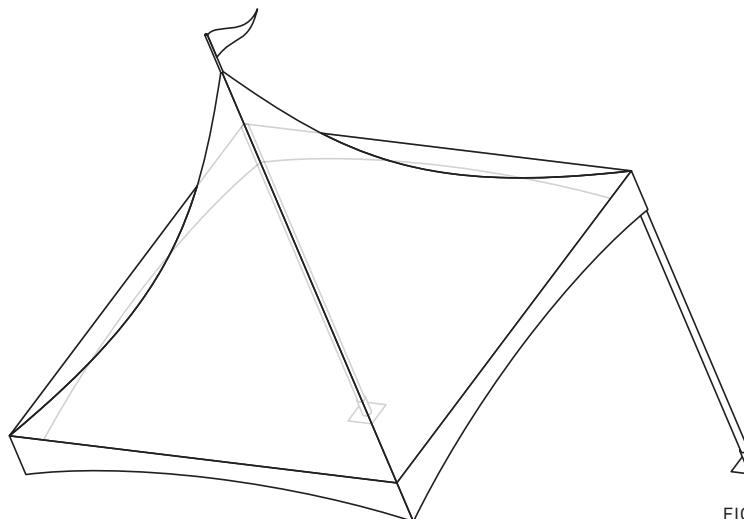
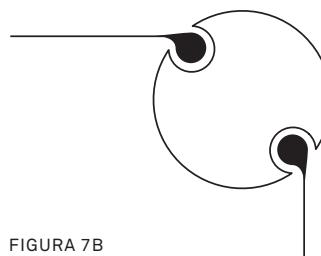

FIGURA 7A
FIGURA 7B
- Coloque dos postes en uno de los lados por debajo de la estructura, de modo que la estructura del techo quede inclinada (véase la figura 7a). Asegúrese de que el ensanchamiento de la ranura keder se encuentra en la parte superior de los postes verticales y que las ranuras keder se colocan en un ángulo de 45° con respecto a las esquinas de la carpeta (véase la figura 7b).